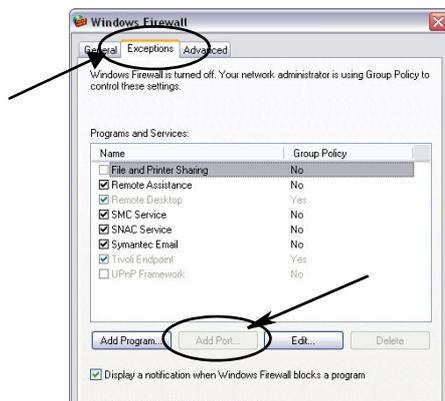

FIG. 25
2. Se non ancora selezionata, fare clic sulla scheda Eccezioni per visualizzare i contenuti (FIG. 25).
3. Fare clic sul pulsante "Add Port" (Aggiungi porta) (FIG. 25).